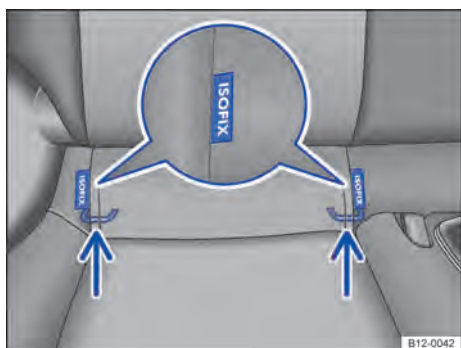

Fig. 50 No banco do veículo: identificação dos pontos de ancoragem inferiores para cadeiras de criança.
Os 2 olhais de retenção para cada cadeira de criança dotado do sistema ISOFIX podem ser acessados através das fendas existentes no revestimento do assento do banco traseiro → Fig. 50.
- Encaixar a cadeira de criança nos olhais de retenção → Fig. 50 no sentido da seta. A cadeira de criança deve engatar de forma segura e audível (click).
- Colocar a cadeira de criança sobre a superfície do banco e prender os ganchos dos cintos de fixação nos olhais de retenção → Fig. 50, caso os cintos de fixação sejam fornecidos junto com a cadeira de criança.